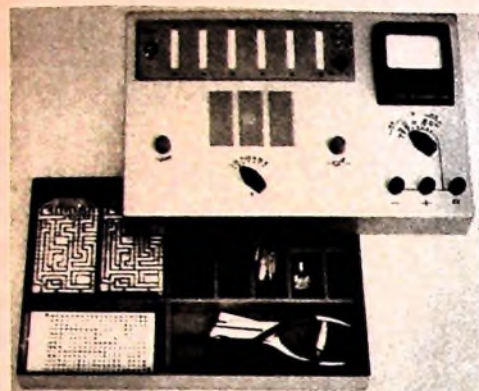

Bild 8 Elektronik-Baukasten „transpoly“
► Zum Service gehören gute Techniker. Gute Techniker müssen mühselig geschult und herangezogen werden. Für die Technikerlaufbahn sind Vorkenntnisse wichtig. Vorkenntnisse kann man eindrucksvoll durch Experimentieren gewinnen. Also experimentieren wir einmal. Das kann man vorzüglich mit einem neuen Elektronik-Baukasten „transpoly“, den man in ersten Mustern im „Städtischen Kaufhaus“ auf dem Stand von VEB Werk für Bauelemente der Nachrichtentechnik Teltow sah. Er genügt tatsächlich hohen Ansprüchen. Die jeweilige Schaltung wird ohne zu löten und zu schrauben aufgebaut. Der Baukasten besteht aus einem pultähnlichen Oberteil (Bild 8). Oben links sind auf dem Pult sieben Steckerleisten und drei Buchsen angebracht. Das Pult enthält ferner ein Universalmeßgerät, ein Potentiometer, einen Drehkondensator, Meßbereichschalter, einen Lautsprecher mit Übertrager und sechs Monozellen je 1,5 V. In Fächern in einem Behälter unter dem Pult sind untergebracht zwei gleiche Schaltplatten (mit